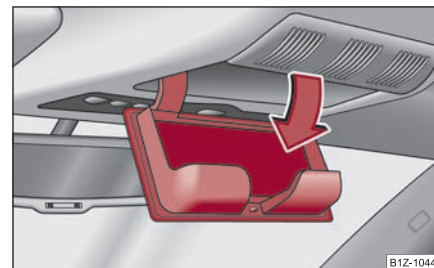

Fig. 124 Imagine din plafon: Compartimentul pentru ochelari
- Apăsați capacul compartimentului, compartimentul se va deschide ⇒ fig. 124.